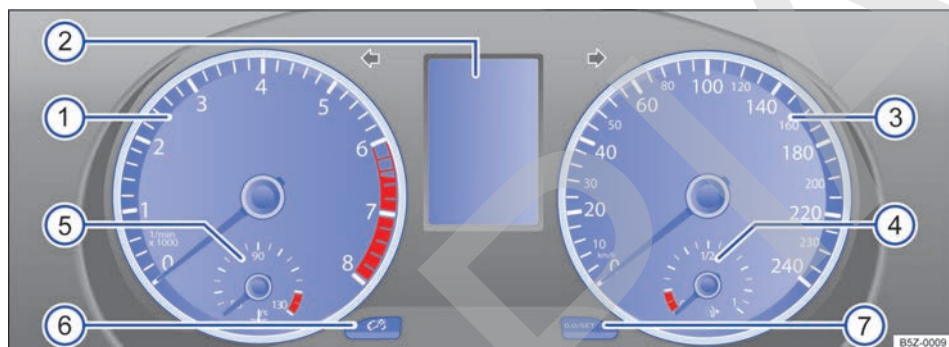

Fig. 9 Panel de instrumentos en el panel de instrumentos.
Significado de los instrumentos → fig. 9:
El indicador del intervalo de servicio aparece en el display del panel de instrumentos → fig. 9 ②.